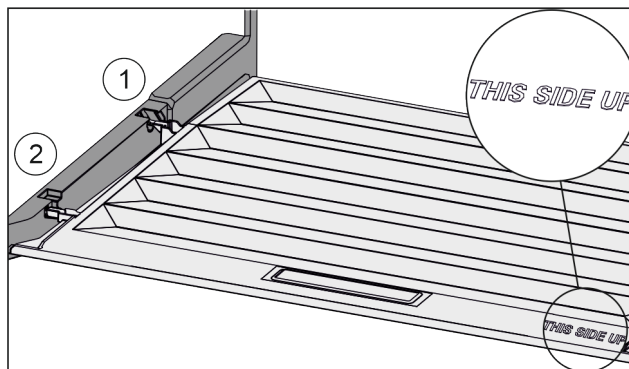

Fig. 69
- ▶ Introduzca los nervios de la tapa por la abertura del soporte trasero Fig. 69 (1) y encájelos por delante en el soporte Fig. 69 (2).